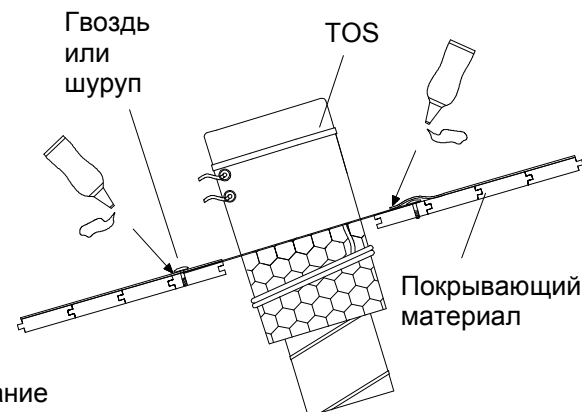

Рис. 8
2. Накрывающую пластину кроба следует разместить под покрывающим материалом вдоль направляющих балок перекрытий в верхней части, и в нахлест на материал в нижней части (см. Рис.8).